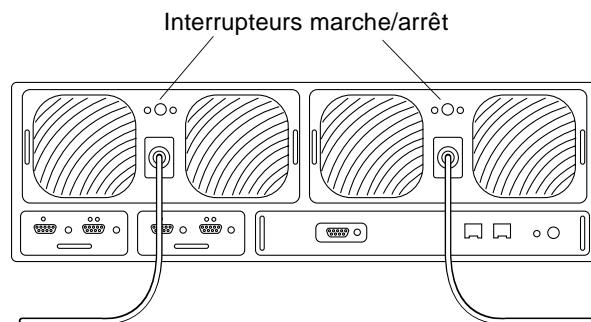

FIGURE 3-1 Emplacement des interrupteurs marche/arrêt
3. Appuyez sur le bouton marche/arrêt de chaque unité d'alimentation et de refroidissement afin de la mettre hors tension (FIGURE 3-1).